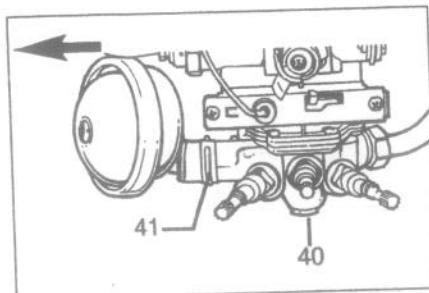

Fig.7 - BAYARD STAR 5 TS f 1F
- Déboîter le dispositif en tirant dans le sens de la flèche (fig.7).